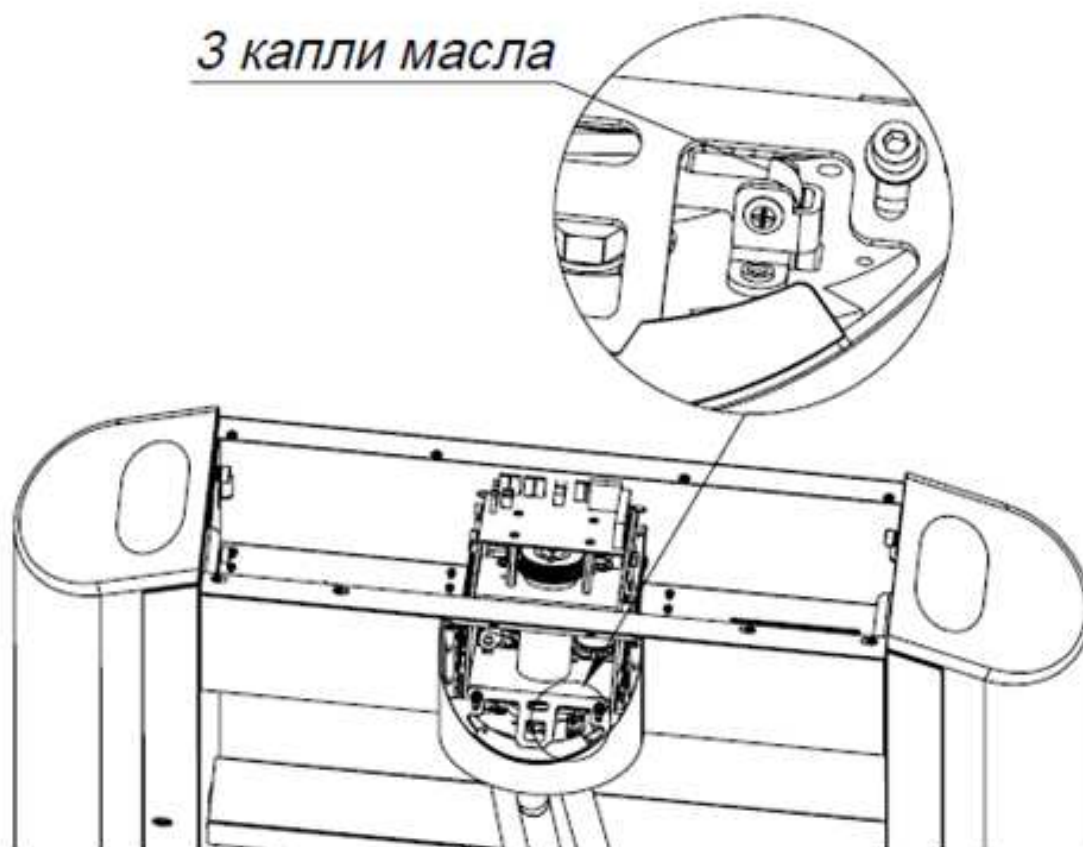

Рис. 12
5.4. Ось вращения кулачка разблокировки планок (рис. 12).